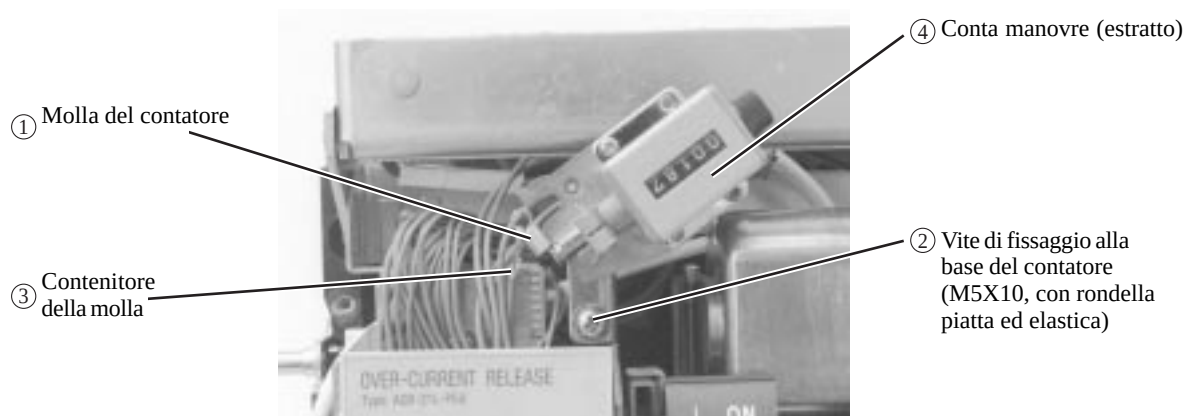

Fig. 24 Sostituzione del conta manovre
- 2) Rimuovere il conta manovre (Fig. 24 ④).
Sganciare il conta manovre nella parte inferiore del contenitore della molla (Fig. 24 ③), allentare la vite di fissaggio alla base del contatore (Fig. 24 ②) e posizionare il contatore come illustrato in Fig. 24.